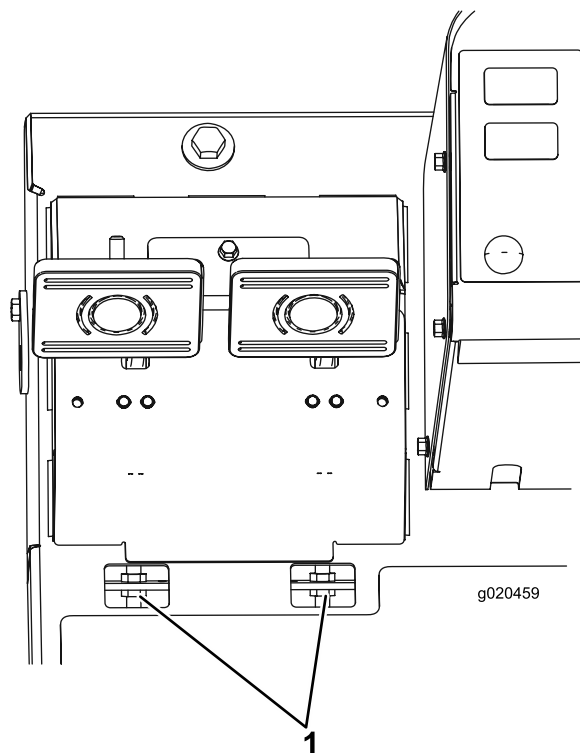

Figure 95
- B. Desserrez l'écrou avant sur l'extrémité fileté du câble de frein (Figure 95).